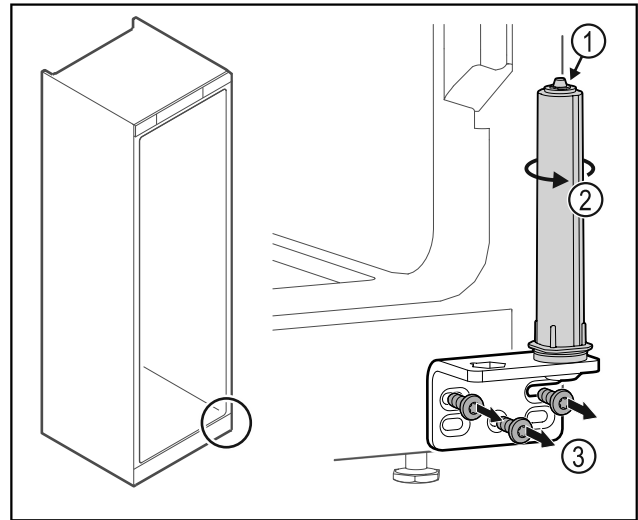

Fig. 30
- No desensamblar el sistema de cierre de la puerta Fig. 30 (1).
- Girar el sistema de cierre Fig. 30 (2) hasta que haga clic.
- Desatornillar la escuadra de bisagra Fig. 30 (3).